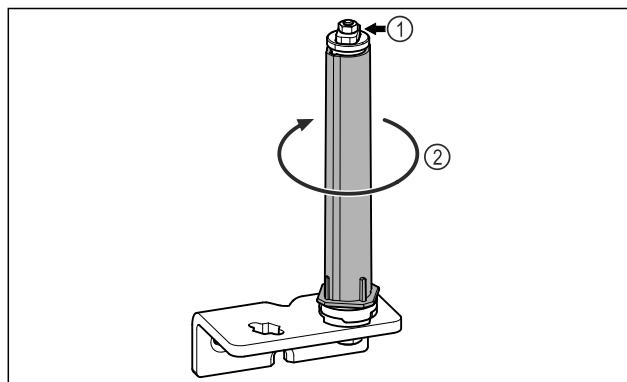

Fig. 29
- Ikke demonter dørlåsesystemet Fig. 29 (1).
- Dreii låsesystemet Fig. 29 (2), til det klikker.